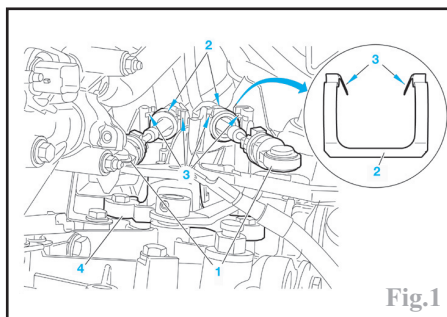

Fig.1
Désaccoupler les câbles de sélection et de passage des vitesses (1) (Fig.1), en utilisant un levier approprié (outil Peugeot 0216-G1), après avoir repéré leur position.
Noter les arrêts de gaines (2) des câbles en enfonçant les agrafes (3) à l'aide d'un tournevis plat puis dégager les arrêts de gaines en les tirant vers le haut (Fig.1).